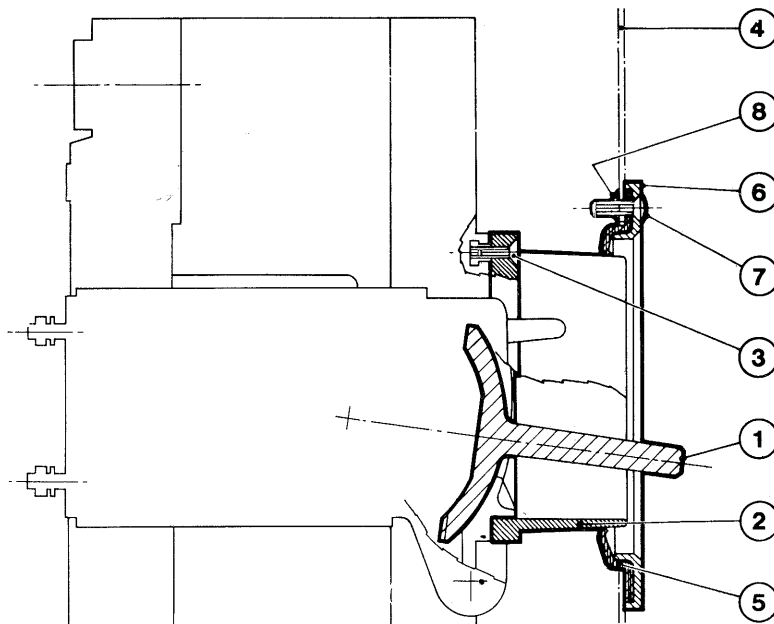

Fig. 39
**8.14. Mostrina per portella per interruttore sezionabile con comando a leva (fig. 39)**
- a) smontare il coperchio dell'interruttore (§ 5.2.) e sostituire la maniglia originale con una più lunga (1) fornita con la mostrina
- c) applicare sul coperchio dell'interruttore la protezione (2) servendosi delle viti (3)
- e) montare sulla portella la guarnizione in gomma (5) e la mostrina (6) fissandole con le viti (7) e le piastrine dado (8).
**8.14. Door flange for draw-out breaker hand lever operated (fig. 39)**
- a) remove the breaker cover (§ 5.2.) and replace the standard lever with the longer one (1) supplied with the flange
- c) secure the protection (2) to the breaker cover with screws (3)